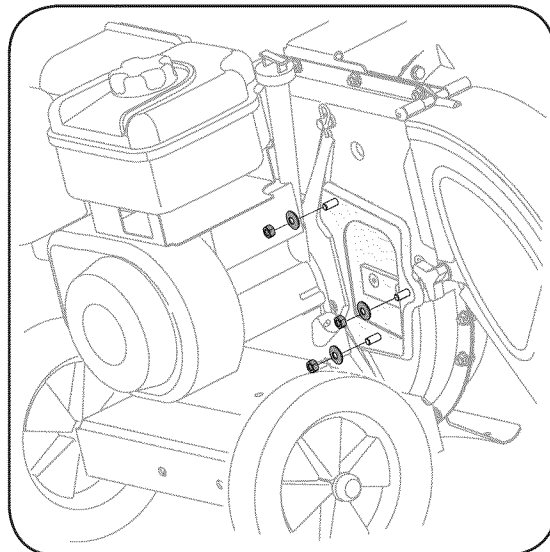

Figura 3-8
8. a. Saque las tres arandelas curvas y las tuercas hexagonales de los espárragos de la soldadura que están alrededor de la abertura en el costado de la caja del motor. Vea la Figura 3-8.